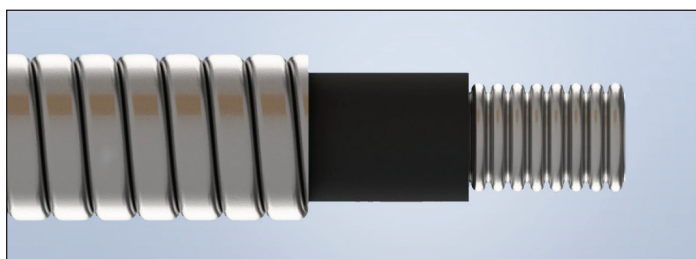

Figure 1-10
5. Glissez la conduite flexible sur le tube (figure 1-10).